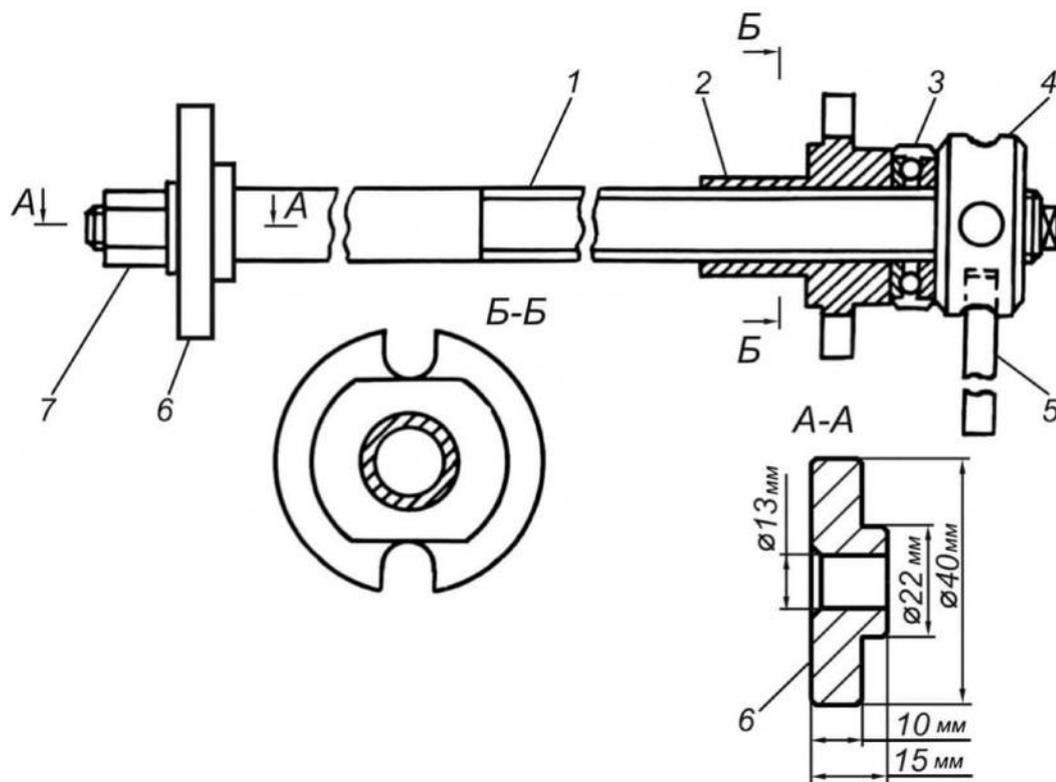

Рис. 4.16. Приспособление для снятия и установки пружины: 1 - винт; 2 - опорное кольцо; 3 - подшипник; 4, 7 - гайки; 5 - вороток; 6 - шайба
- отсоединить и снять амортизаторы (см. подраздел «Снятие и установка переднего амортизатора») и установить на их место приспособления для снятия и установки пружин (рис. 4.16) в следующем порядке:
- вывернув гайку 4 приспособления (см. рис. 4.16), снять пружину с прокладками;